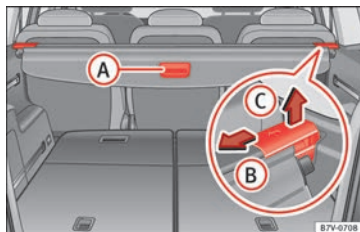

Fig. 164 En el maletero: bandeja del maletero.
- Tire de la maneta de la bandeja » » » **fig. 164** **A** un poco hacia atrás.
- Desbloquee la bandeja en la dirección de la flecha » fig. 164 B.
- Presione la bandeja en el sentido que indica la flecha » fig. 164 B.
- Desbloquee la bandeja en el sentido de la flecha » fig. 164 B y levántela en el sentido de la flecha C.